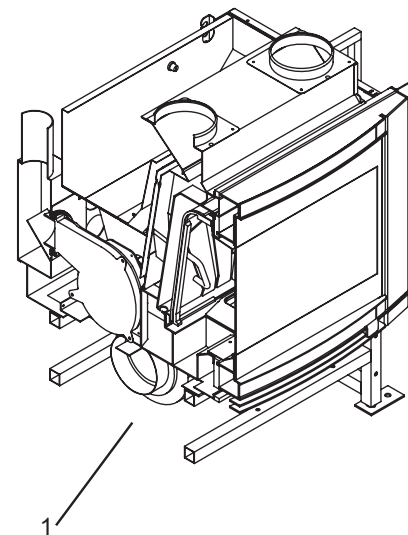

Fig. 6.3.2
Il ventilatore aria (1) è collocato nella parte posteriore bassa della stufa (Fig. 6.3.2).